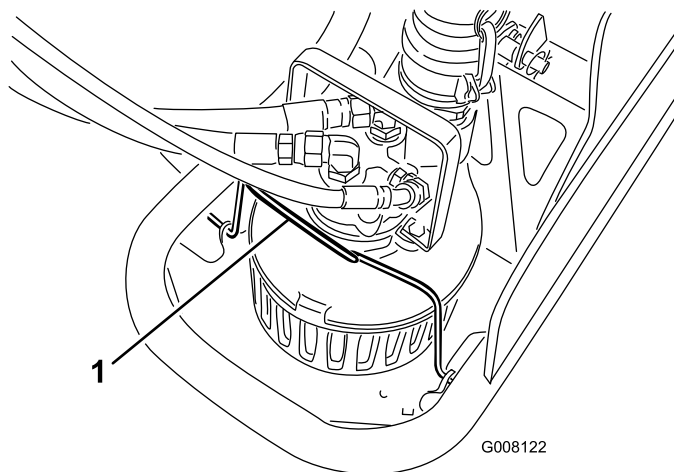

Рисунок 14
4. Поверните зажим насоса вперед (Рисунок 14).
14. Поверните зажим насоса назад, на насос (Рисунок 14).